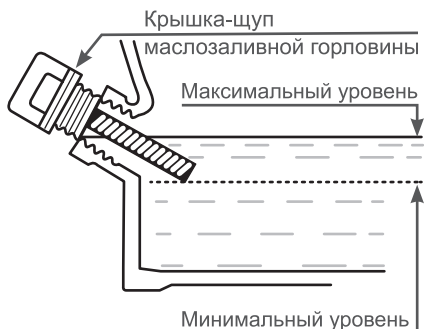

Рис. 10. Проверка уровня масла в картере
Максимальный уровень масла в картере соответствует нижней кромке заливного отверстия (Рис. 10).
- Аккуратно извлеките щуп и осмотрите его. Уровень масла должен соответствовать верхней отметке на щупе. При недостаточном уровне масла в картере необходимо долить чистое масло до верхней отметки на щупе, что соответствует нижней кромке заливного отверстия (Рис. 10).